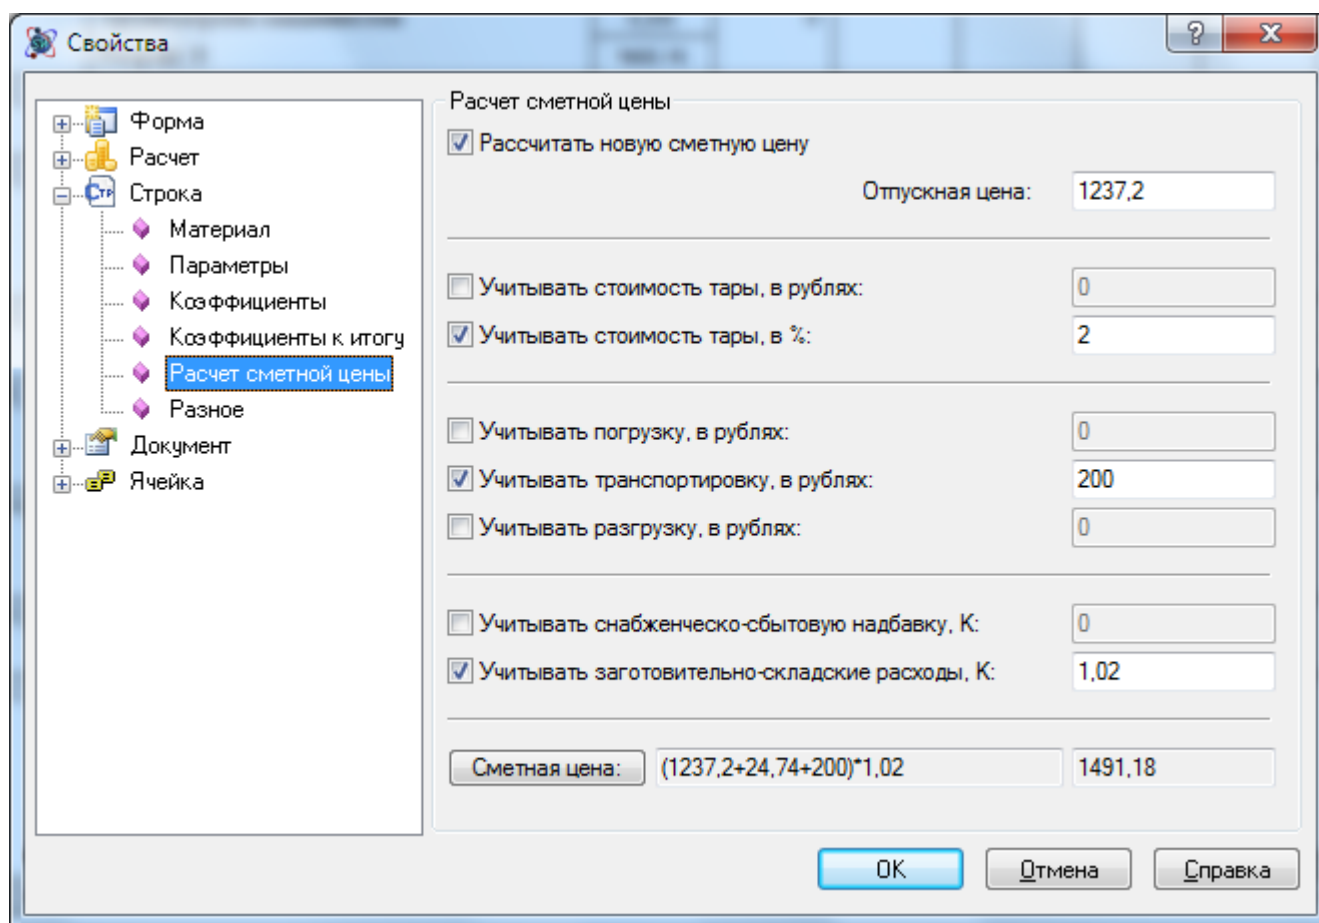

Рис. 6.47 Диалоговое окно Свойства, раздел Строка/Расчет сметной цены
2. Перейти в раздел Строка/Расчет (рис. 6.47) сметной цены диалогового окна *Свойства*;